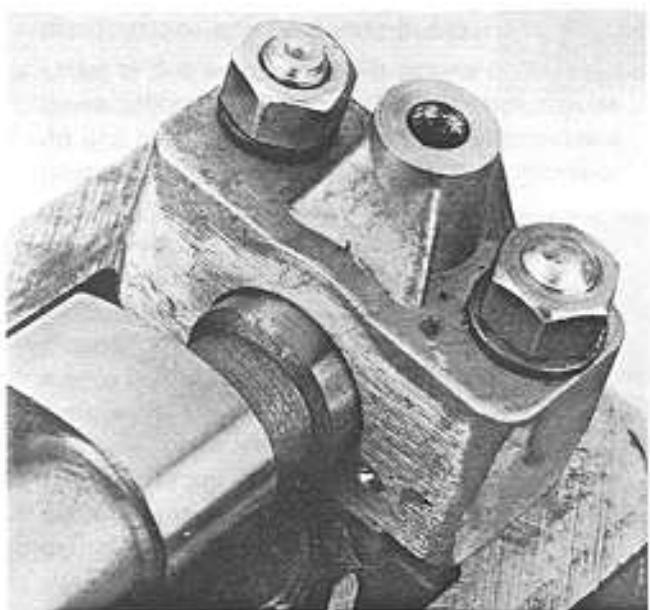

Fig. 22
- Rimontare i due cappelli dei due supporti centrali degli assi a camme (fare bene attenzione al semianello e ai due grani di centraggio di cui ciascun cappello è dotato) (Fig. 22).
- Install the caps of the two central bearings of the camshaft. (Take care to correctly locate the half-ring and the two dowels fitted to each cap) (Fig. 22).